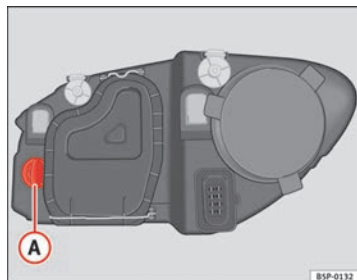

Abb. 180 Glühlampe für Blinker
- Die Fassung ⇒ Abb. 180 Ⓐ nach links drehen und ziehen.